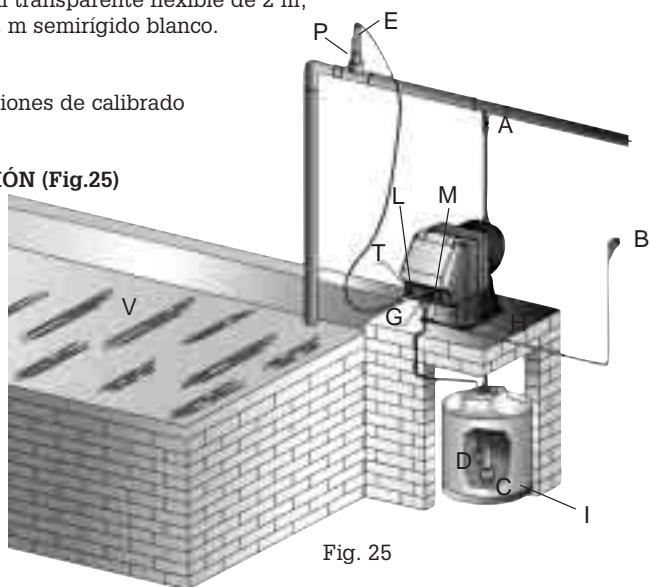

Fig. 25
10.2 - ESQUEMA TÍPICO DE UNA INSTALACIÓN (Fig.25)